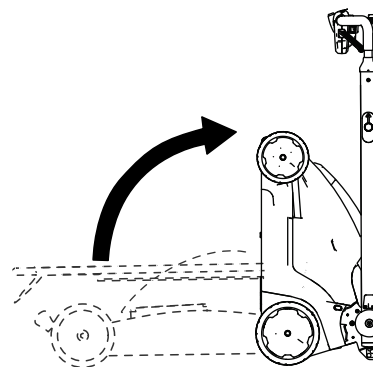

Figura 22
5. Inclíne la máquina hacia atrás y con la ayuda del manillar, llévela rodando hasta un lugar de almacenamiento (Figura 22).